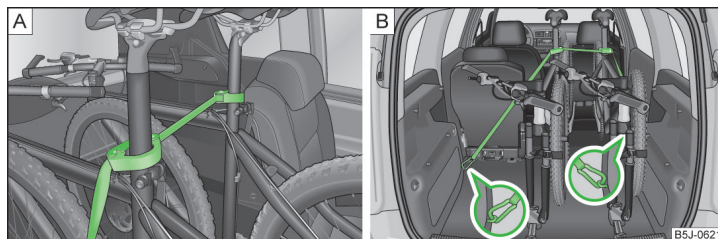

Fig. 75 Fissaggio sicuro delle biciclette
- Collocare la fascetta con l'elemento in gomma in avanti (nella direzione di marcia) quanto più possibile sotto il supporto della sella e quindi chiuderla » **fig. 75 - A**.
- In caso di trasporto di due biciclette, tendere la cinghia » **fig. 75 - A** tra le selle, facendo in modo di avvicinare le due biciclette.
- Attaccare i ganci a moschettone posti alle estremità della cinghia negli occhielli mobili dietro i sedili posteriori » **fig. 75 - B**.